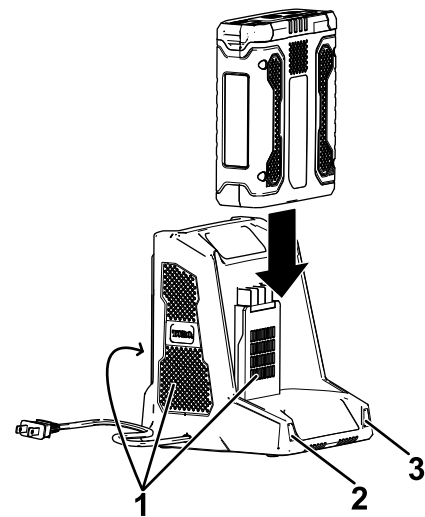

Figure 11
- 5. Glissez la batterie dans le chargeur jusqu'à ce qu'elle soit bien enclenchée (Figure 11).